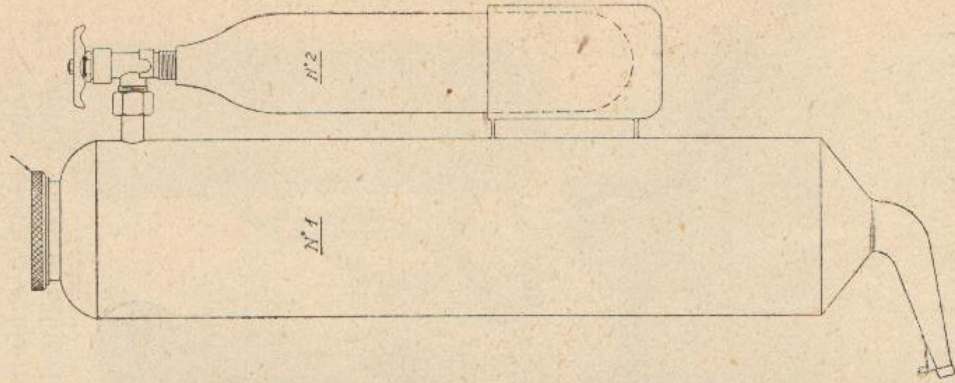

Fig. 78.
*Estintori a secco.* — Gli estintori a secco non usano alcuna sostanza idrica, generalmente sono costituiti da una bombola di acciaio caricata a forte pressione e di un recipiente contenente la polvere ignifuga (fig. 78).